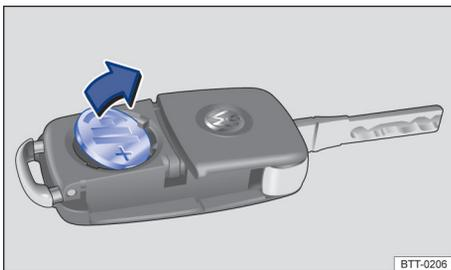

图 20 钥匙：取出电池
- 用合适的薄器具从电池盒中撬出电池 ⇒ 图 20。
- 如图所示逆箭头方向安放新电池 ⇒ 图 20，然后将其按入电池盒中 ⇒ ②。